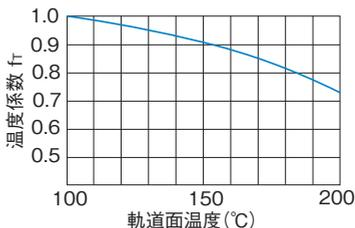

図2 温度係数( $f_T$ )
- $f_T$  : 温度係数( **A11-6** 図2参照)
フラットローラーの使用環境が100℃をこえるような高温の場合は、高温による悪影響を考慮して図2の温度係数を乗じます。